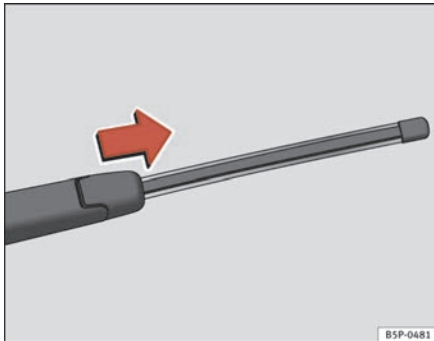

Abb. 144 Heckwischerblatt abnehmen
- Klappen Sie den Scheibenwischerarm von der Heckscheibe weg ⇒ Abb. 144.
- Verschieben den Adapter des Wischerblatts in Richtung des Pfeils und nehmen Sie das Wischerblatt ab ⇒ Abb. 144.